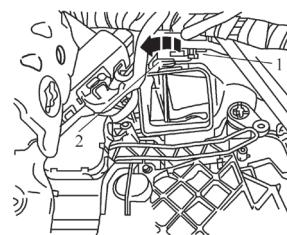

图 5-23 拆卸左侧脚部空间出风口温
- 2) 如图 5-23 所示, 将左侧脚部空间出风口温度传感器 G261 沿箭头方向旋转 90°, 并将其从空调暖风装置中取出。